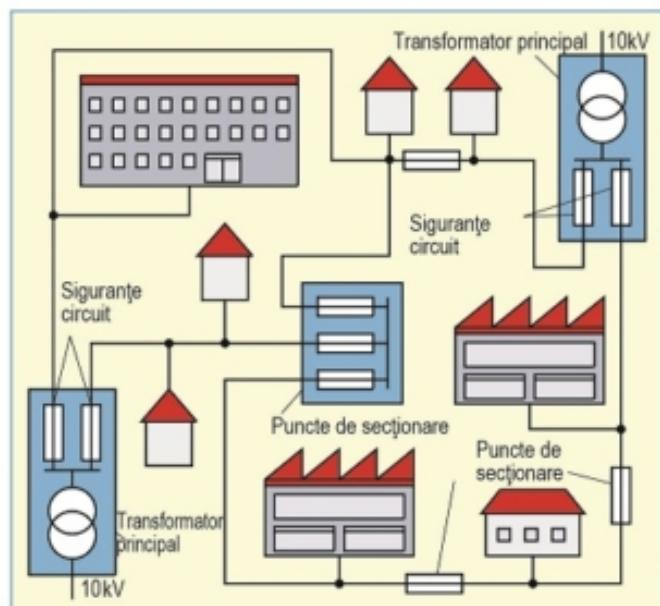

Figura 3: Rețea cu ochiuri
**Rețelele cu ochiuri** sunt create prin conectarea tuturor liniilor într-un sector de alimentare (figura 3). Liniile sunt interconectate în punctele nodale prin sigurante NH sau intrerupatoare de putere. Distribuitorul de linii care secționează liniile este proiectat în asa fel încât în cazul unei intreruperi să susțină și să transporte sarcina curentilor pentru altă rețea cu ochiuri. În rețelele cu ochiuri, facilitatea pentru consumatori este că sunt întotdeauna alimentați din două părți și din două sau mai multe puncte de alimentare. În cazul unei căderi a stației de transformare, transformatorii auxiliari sau transformatoarele insuficient utilizate în alte stații de transformare preiau alimentarea cu energie. Odată cu creșterea sarcinii pe rețea, pot fi adăugate fără schimbari majore mai multe puncte de alimentare.